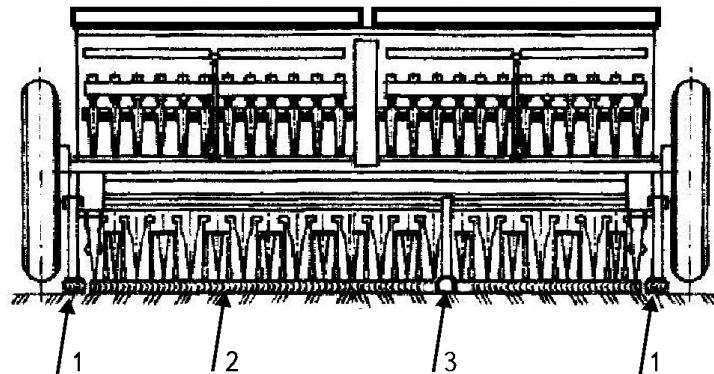

Рис. 48. Схема хранения сеялки
- установить сеялку на подставки. Под сошники подложить доски в соответствии с рис. 48;